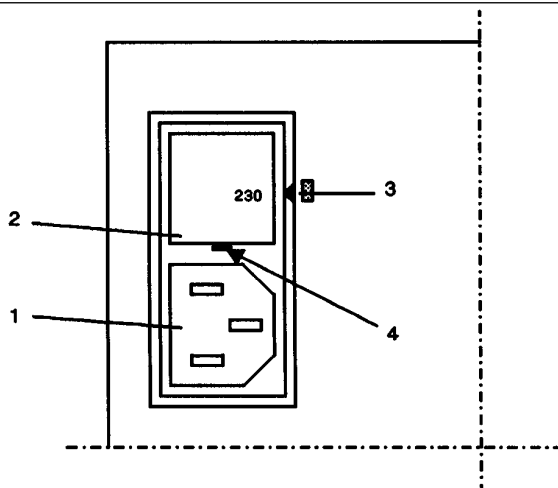

Abb. 1 Kaltgerätesteckdose (Netzeinstellung 230 V)
- Einstellung auf richtige Netzspannung (Geräterückseite); siehe Abb. 1.
Erläuterungen zur Abb. 1